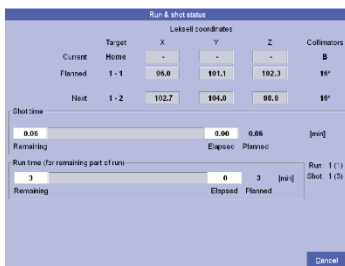

図3：照射内容を示すオペレータモニター画面
- オペレータコンソール上又はコントロールパネル上のスタートボタンを押すと遮蔽扉が開き、トリートメントテーブルが照射位置に移動する。スタートボタンとイネイブルボタンを同時に押して照射を開始するとオペレータモニター（図3）に照射経過時間、コリメータの状況等が表示される。
⑩ 本品の構成部品であるマスクアダプタ、MRヘッドサポート、MRフィリップスインターフェイス、マスク（本品に含まない）及びクッション（本品に含まない）から構成されるシステム。
⑪ 本品に含まない